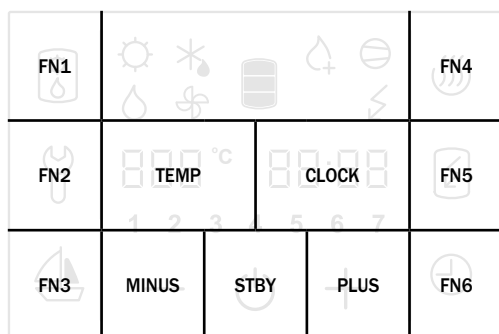

Рис. 14: Показует поля на дисплее
- При нажатии числа справа (поля **CLOCK** на **Рис. 14**) переходит на следующий параметр.